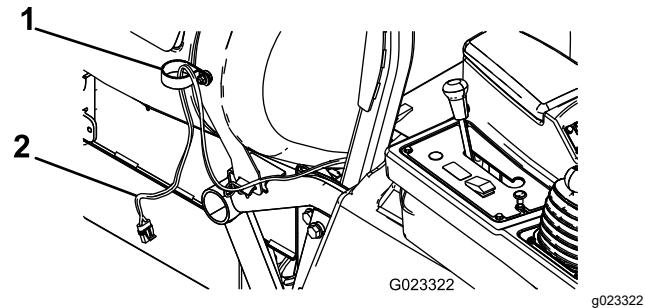

Bild 2
4. Befestigen Sie eine kleine R-Klemme mit einer Bundmutter ($\frac{3}{8}$ "") an der Schlossschraube, wie in Bild 2 dargestellt.
5. Verlegen Sie das Schlauchtrommelende des Kabelbaums durch die R-Klemme, wie in Bild 2 abgebildet.